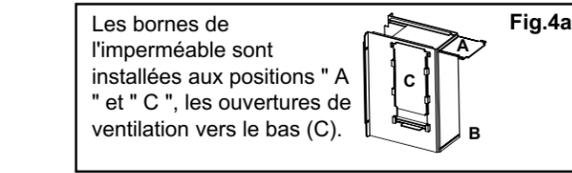

Fig.4a
- Pour les jeux de fenêtre verticale (incluant les portes patio), consultez la figure 4a pour déterminer la bonne position de l'imperméable.